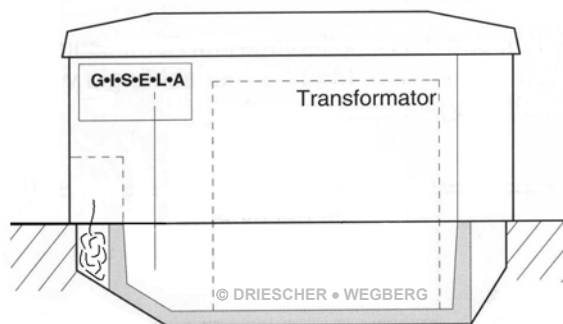
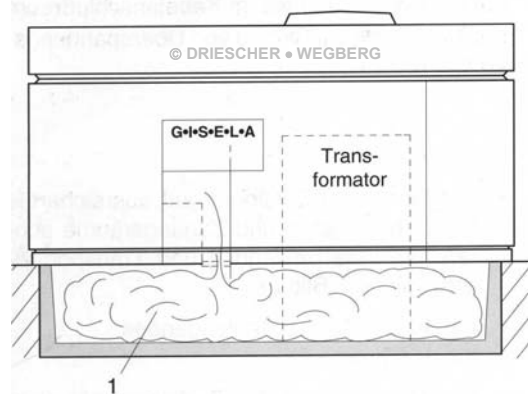
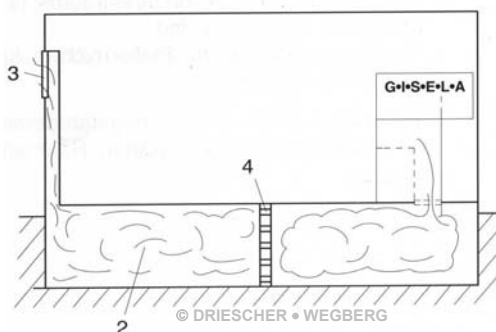

Bild 1 / afb. 1
Bild 2 / afb. 2
Bild 3 / afb. 3
- Bei Kompaktstationen Typ K und KSP Fa. DRIESCHER erfolgt der Druckausgleich ausschließlich im Kabelanschlussbereich (Bild 1). Ansonsten muss bei kompakten und begehbaren Stationen die Druckentlastung in den Kabelkanal (1) [Mindestvolumen ~3 m³] vorgesehen werden (Bild 2).
- Bei vorhandenem Kabelkanal (2) [Mindestvolumen ~1,1m³; Mindestquerschnitt – 0,25m² mit Öffnung (3) nach außen], diesen als Druckentlastungsraum nutzen.
- Durch Einbau von zwei Lagen Streckmetall (4) werden die Lichtbogengase zusätzlich gekühlt und der Austritt von heißen Gasen gemindert (Bild 3).
- Bij compacte stations type K en KSP fa.DRIESCHER geschiedt de drukcompensatie uitsluitend in het kabelaanluitbereik (afb.1). Anders moet bij compacte en begaanbare stations de drukontlasting in het kabelkanaal (1) [minimaal volume ~ 3m³] worden geïnstalleerd (afb.2).
- Bij aanwezig kabelkanaal (2) [minimaal volume ~ 1,1 m³, minimum doorsnede – 0,25m²] met opening (3) aan de buitenkant, dit als een drukontlastingsruimte gebruiken.
- Door het installeren van twee lagen expansiemetaal (4) worden de lichtbooggassen extra afgekoeld en verdere ontsnapping van hete gassen verminderd (afb.3).